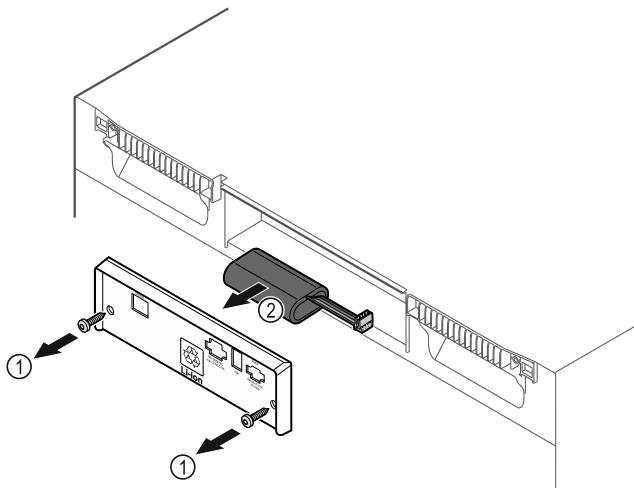

Fig. 186
- ▶ Schroeven eruit draaien en het afdekplaatje aan de achterkant van het apparaat verwijderen Fig. 186 (1).
- ▶ Batterij ontkoppelen en verwijderen Fig. 186 (2).